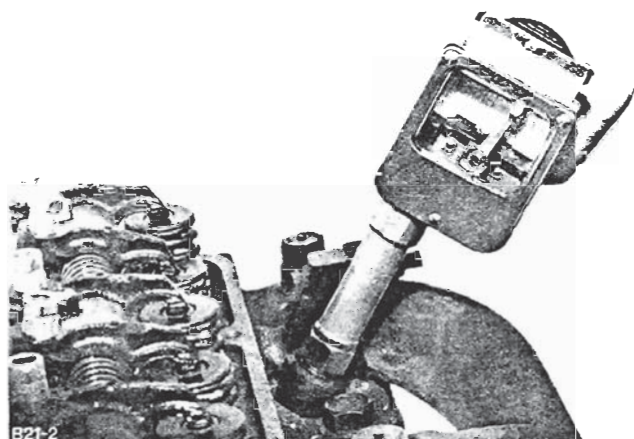

Fig. 4 - Kompressionsprøveapparat.
1. Træk tændkablerne af tændrørene og afmonter tændrørene. Stik kurvepapiret ind i prøveapparatet. Tryk prøveapparatet med dets gummitætningsring tæt ind i tændrørsåbningen, Fig. 4. Ved fuldt åbent gasspjæld drejes motoren med startmotoren, indtil viseren på prøveapparatet ikke stiger yderligere.